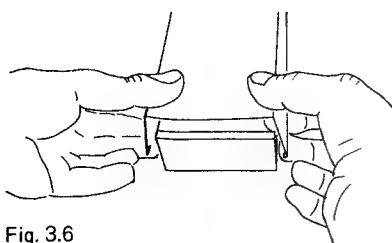

Fig. 3.6
- Desserrez les 3 vis (14) qui se trouvent sur le revers du châssis (7) et sous le guide du bras de lecture (10).
- Amenez le câble (8) du bras de lecture au travers de l'évidement rectangulaire du châssis (7).
- Gemäss Fig. 3.6 die Tonarmführung in die Ruhelage stellen, in die Seitenbleche eingreifen, leicht nach aussen drücken und die Haube vorsichtig nach oben abheben.
- Swivel tonearm support to its rest position. As shown in fig. 3.6, reach under the side parts of the cover and by gently prying them outwards, lift the cover away from the arm.
- Mettez le guide du bras de lecture en position de repos, et comme l'indique l'illustration fig. 3.6, sortez le capot du bras de lecture par le haut avec précaution, en écartant légèrement ses côtés.